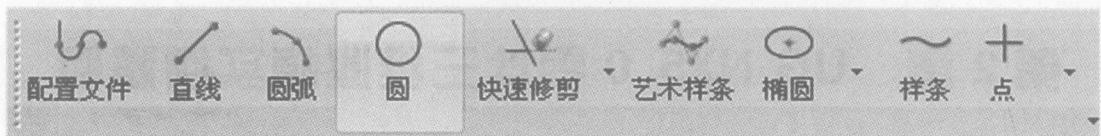

图 2-2 “草图曲线”工具条
(2) 建立和修改草图曲线。进入草图状态后，通过单击“草图曲线”工具条中的相应图标，选择命令来建立和修改草图曲线，如图 2-2 所示。